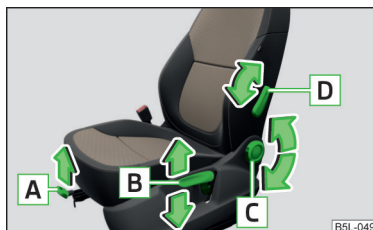

Fig. 59
Elementele de comandă ale scaunului » fig. 59
► Trageți maneta **A** » fig. 59 în sensul săgeții și împingeți scaunul în direcția dorită.
► Trageți, respectiv împingeți repetat maneta **B** » fig. 59 în sensul uneia dintre săgeți.
► Rotiți roata de mână **C** » fig. 59 în sensul uneia dintre săgeți.
► Trageți maneta **D** » fig. 59 în sensul săgeții.